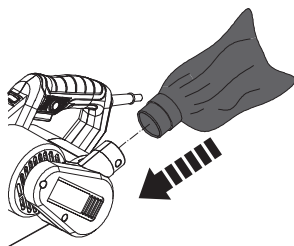

Fig. 7
1. Alinhe o conector do saco de poeira (14a) com a saída de extração de poeira (6).
2. Encaixe o saco de poeira (14) na saída (6) até ao fim (Fig. 7).